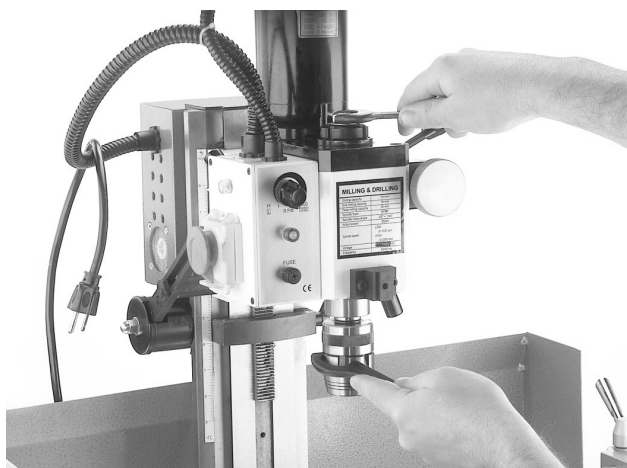

Fig. 12 Installering av fresechuck.
- Hold chucken på plass og spenn fast låsemutteren på trekkstangen til den sitter fast. Se **fig 12**. **TREKK IKKE TIL** låsemutteren for mye, for da kommer det å være vanskelig å ta bort chucken fra spindelkonen.